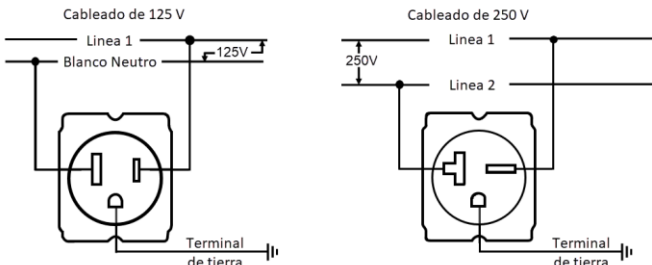

Fig. 6
2. Para el diagrama de cableado típico, consulte Fig. 6 y tabla 1.